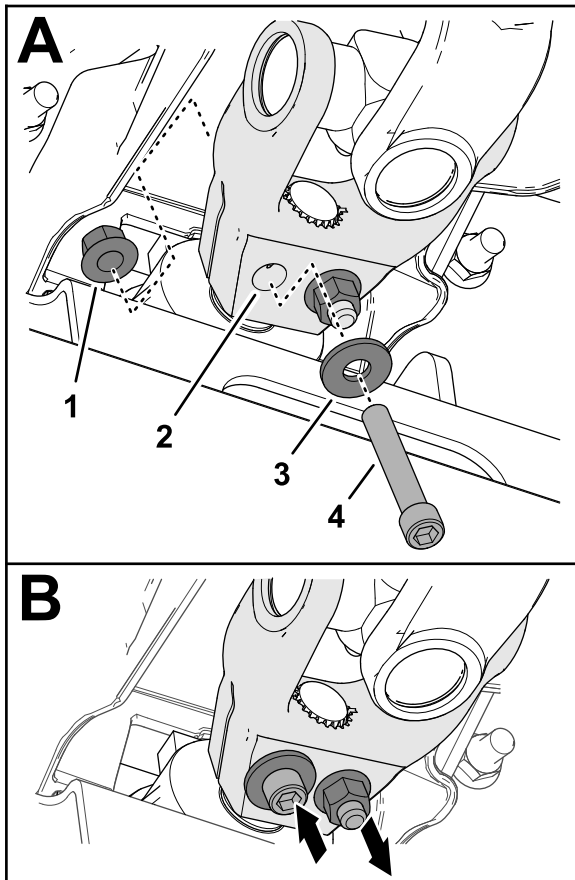

Figura 19
6. Monte un tornillo de coperza de cabeza allen ($\frac{3}{8}$ " x $2\frac{1}{4}$ ") a través de una arandela ($\frac{3}{8}$ ") y del taladro en la horquilla del árbol de transmisión (Figura 19) y fije el tornillo de coperza con una contratuerca con arandela prensada ($\frac{3}{8}$ ").
7. Monte un tornillo de coperza de cabeza allen ($\frac{3}{8}$ " x $2\frac{1}{4}$ ") a través de una arandela ($\frac{3}{8}$ ") y del taladro en la horquilla del árbol de transmisión desde la dirección opuesta (Figura 19) y fije el tornillo de coperza con una contratuerca con arandela prensada ($\frac{3}{8}$ ").